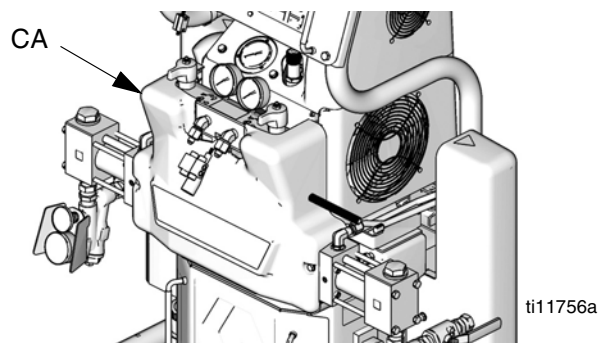

FIG. 5
1. Fig. 5 Rimuovere il coperchio anteriore (CA).